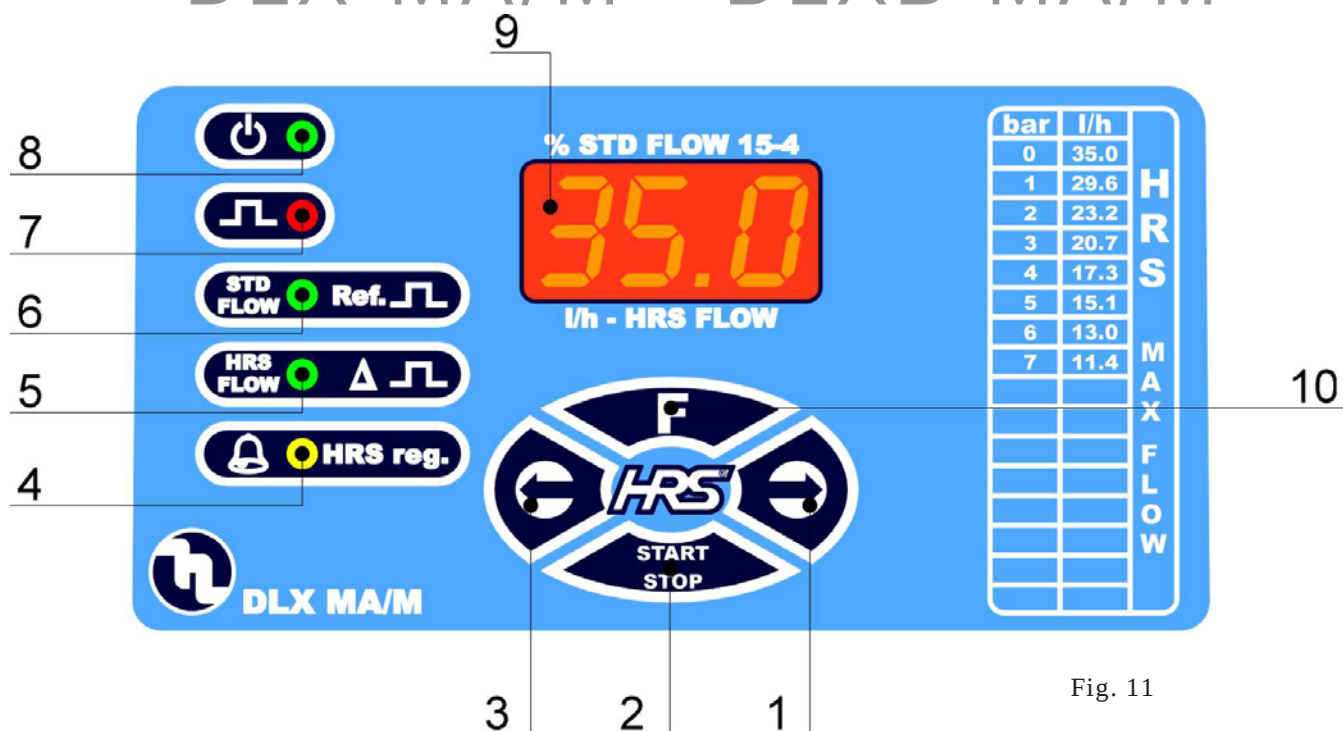

Fig. 11
2. avec la pompe en attente et une fois en mode HRS à une pression spécifique réglée, appuyer sur la touche F (cf. fig.11 page 10 - touche 10) jusqu'à ce que la valeur de débit apparaisse sur l'afficheur en litres/heure;
3. appuyer simultanément sur les deux flèches gauche et droite (cf. fig. 11 - touches 3 et 1) pendant une seconde; la valeur reproduite sur l'afficheur commencera à clignoter;
4. manipuler à nouveau les flèches gauche et droite afin de modifier cette valeur avec la valeur mesurée et enclencher la touche Start/Stop (cf. fig. 11 - touche 2) pour valider cette donnée; la pompe repart en la mémorisant.
6.1 - COMMANDES (Fig. 11)